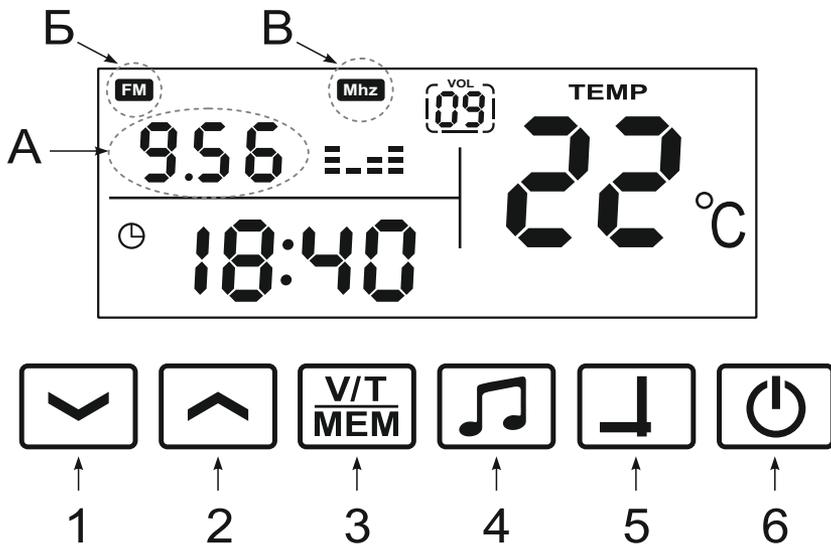

Рис. 8
4. Касание к **кнопке 4** приведет к переключению в режим FM радио (Рис. 8).